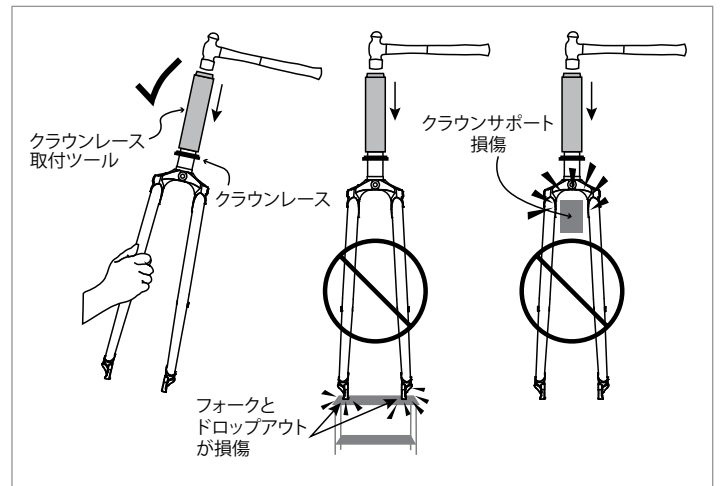
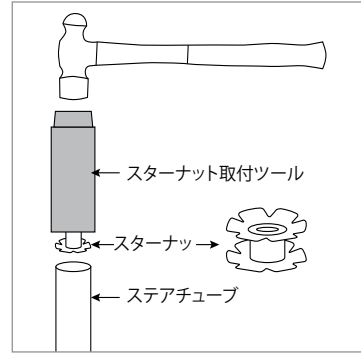

図 1
図 7
▲ 警告: ドロップアウト端を地面につけてフォークを立てないでください。またはクラウンレース取り付け中にクラウン部分でフォークを支えないでください。フォークが損傷する恐れがあります (図 1)。
A. 片手でフォークを支えながら (図 1)、スターナット取付ツールとハンマーを使って新しいスターナットを取り付けます (図 7)。